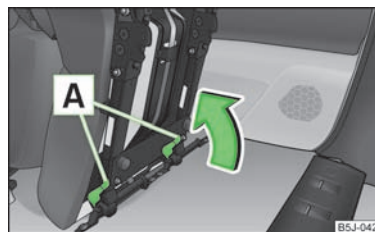

Fig. 40
- Bloquear el asiento al final de la guía presionando los bloqueos del asiento **A** en el sentido de la flecha **A** » fig. 40.
- Si el asiento está desmontado, ponerlo primero sobre la guía y bloquearlo » fig. 40. Asegurarse de que el asiento está correctamente bloqueado tirando de él.